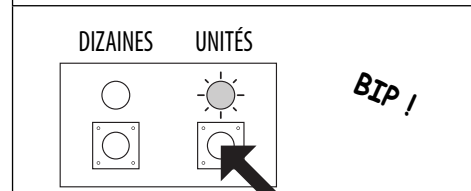

Fig. 19
2. Utiliser les boutons des unités pour régler l'ID d'unité du lecteur, par ex. pour régler l'ID d'unité sur 5, appuyer 5 fois sur les boutons des unités (écouter le bip de confirmation à chaque pression sur le bouton et observer les LED jaunes des unités car elles doivent clignoter à chaque pression sur le bouton), voir **Fig.19**.